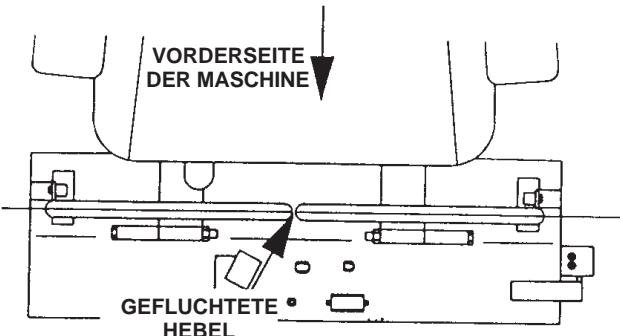

Bild 5
- Wenn die Hebelarmenden in der Fahrposition gegeneinanderstoßen (Bild 5) (Hebelarme so weit hereingedreht wie möglich), müssen Sie die Hebelarme neu einstellen. Bewegen Sie die Hebel dazu nach außen in die neutrale Verriegelungsposition, und biegen Sie die Hebel vorsichtig nach außen. Bewegen Sie die Hebelarme dann zurück in die Fahrposition und prüfen Sie, ob ausreichend Spielraum vorhanden ist. Wiederholen Sie das Verfahren bei Bedarf.